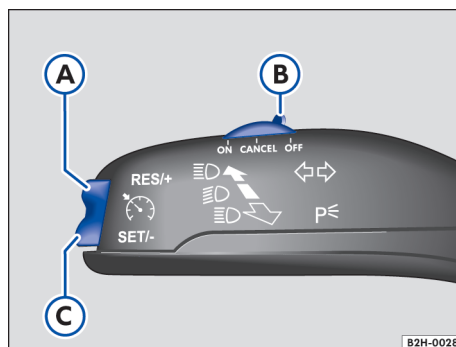

Fig. 114 En el lado izquierdo de la columna de dirección: mando y teclas para manejar el regulador de velocidad.
1. Desplace el mando → fig. 114 B a la posición **ON**.
1. Durante la marcha, pulse la tecla **SET/-** → fig. 114 C.
- + 1 km/h (1 mph): Presione brevemente la tecla **RES/+** → fig. 114 A.
- 1 km/h (1 mph): Presione brevemente la tecla **SET/-** → fig. 114 C.
1. Desplace el mando → fig. 114 B a la posición **CANCEL**.
1. Pulse la tecla **RES/+** → fig. 114 A.
1. Desplace el mando → fig. 114 B a la posición **OFF**.